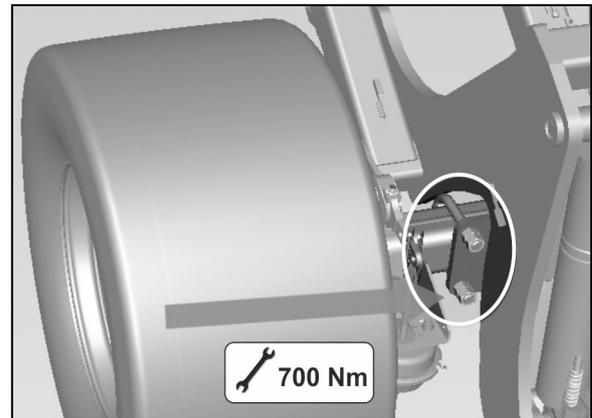

Fig. 62
1. Beide Abdeckbleche (Fig. 62/1) an der Innenseite der Bremstrommel abschrauben.
Eingedrungener Schmutz kann sich auf den Bremsbelägen (Fig. 62/2) absetzen und dadurch die Bremsleistung wesentlich verschlechtern.